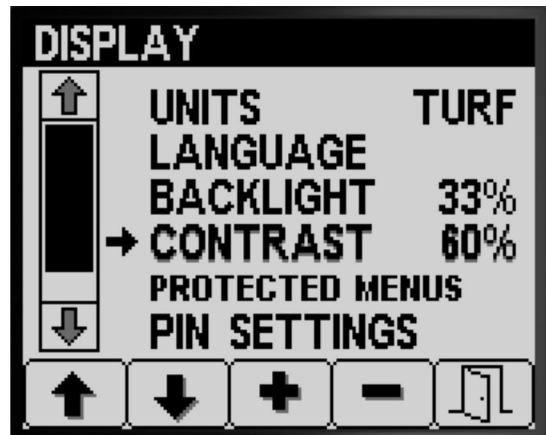

Bild 20
- Drücken Sie Taste 1 oder 2, um auf die Option RÜCKBELEUCHTUNG oder KONTRAST zu navigieren (Bild 20).
- Drücken Sie Taste 4, um den Eintrag RÜCKBELEUCHTUNG oder KONTRAST auszuwählen (Bild 20).
- Drücken Sie die Taste 3 oder 4, um die gewünschte Rückbeleuchtung oder den Kontrast für das Display einzustellen (Bild 20).
- Drücken Sie Taste 5, um die Einstellung zu speichern, den Bildschirm RÜCKBELEUCHTUNG oder KONTRAST zu beenden und auf den EINSTELLUNGEN-Bildschirm zu gehen (Bild 20).